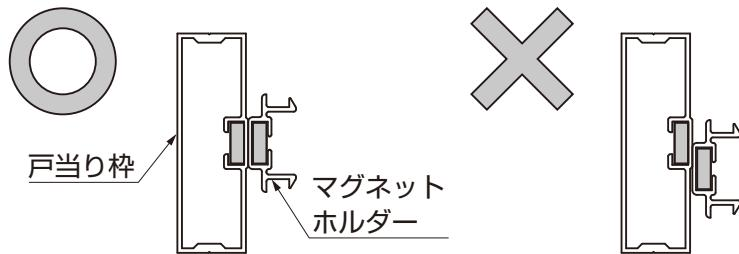
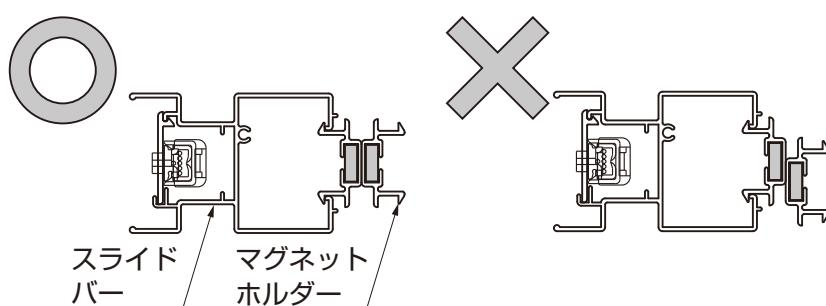
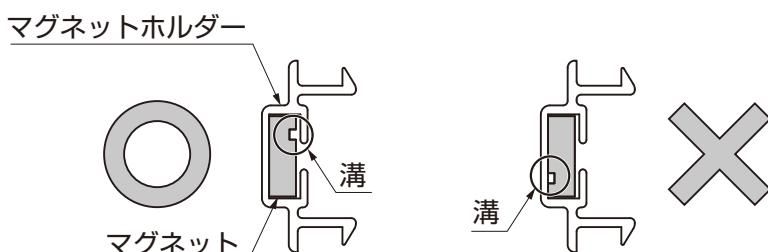
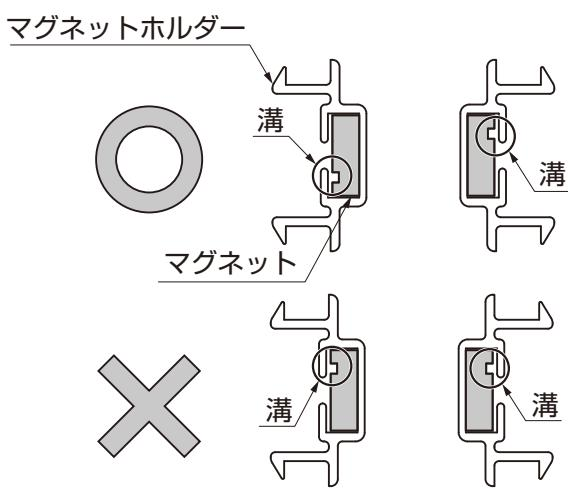

図3-1 片引きの場合
図3-2 引き分けの場合
図3-3 片引きの場合
図3-4 引き分けの場合
- 図3-1の戸当り枠は暖簾物語の場合です。ジーマ、ココマの場合も戸当り枠の形状は異なりますが、同様です。
- 図3-1、図3-2のようにマグネットホルダーがズレて固定される場合は、マグネットの溝を図3-3、図3-4の通りにしてください。